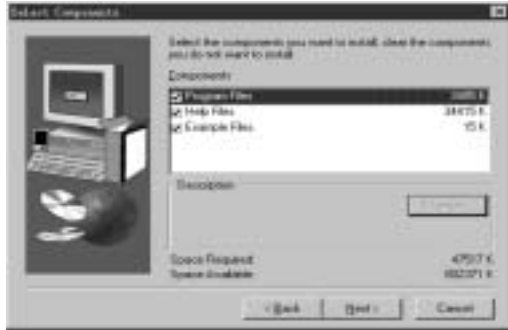

图 1.6 组件选择画面
5. 如选择 custom 选项, 用户将进入“select Components”安装内容选择画面, 如图 1.6 所示, 选中您需要安装的组件 (用鼠标左键单击之, 与其相应的方块中即出现“✓”, 该组件即被选中, 再次单击之, 则被取消; QUICK II 默认全部组件都安装), 设置完毕后:
- 若用鼠标左键单击 (Back) 按钮，则返回到前面一步安装画面，如图 1.6 所示。